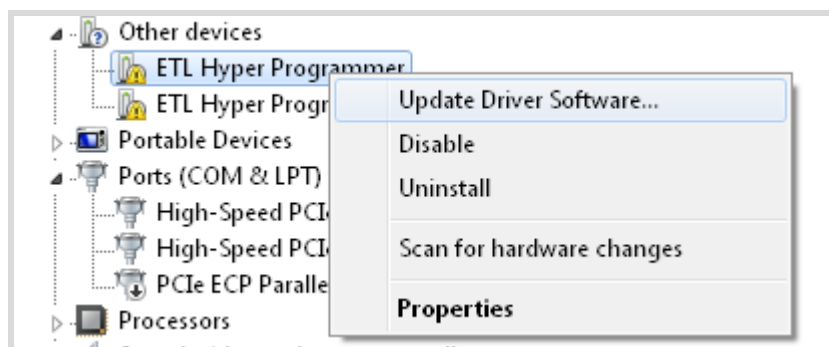

Figura 5. Selección de "Actualizar Programa de Driver" en el menú.
- Haga click derecho en el primer dispositivo del "Programador HyperF ETL" y luego seleccione en el menú "Actualizar Programa de Driver" (Figura 5).
- Haga click derecho en el primer dispositivo del "Hyper Programador ETL" y luego seleccione "Actualizar Programa de Driver" en el menú (Figura 5).